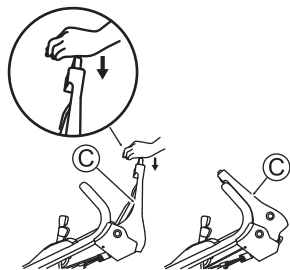

Abb. 17
3 Drücken Sie den Klinglehebel (C) nach vorne und drücken Sie gleichzeitig dessen roten Knopf. (Siehe Abb. 17)